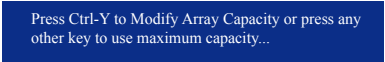

图7
6. 按<Ctrl>+<Y>键选择清除主开机记录，或是按其他键忽略此选项。接下来将出现如图7的画面。